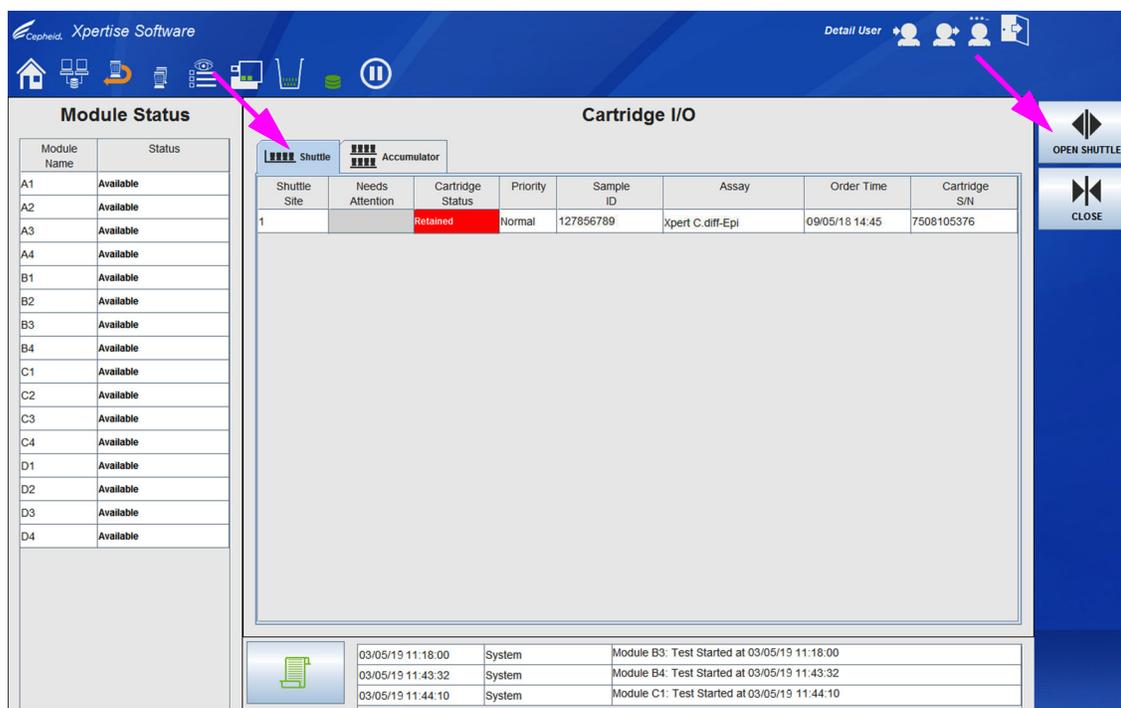
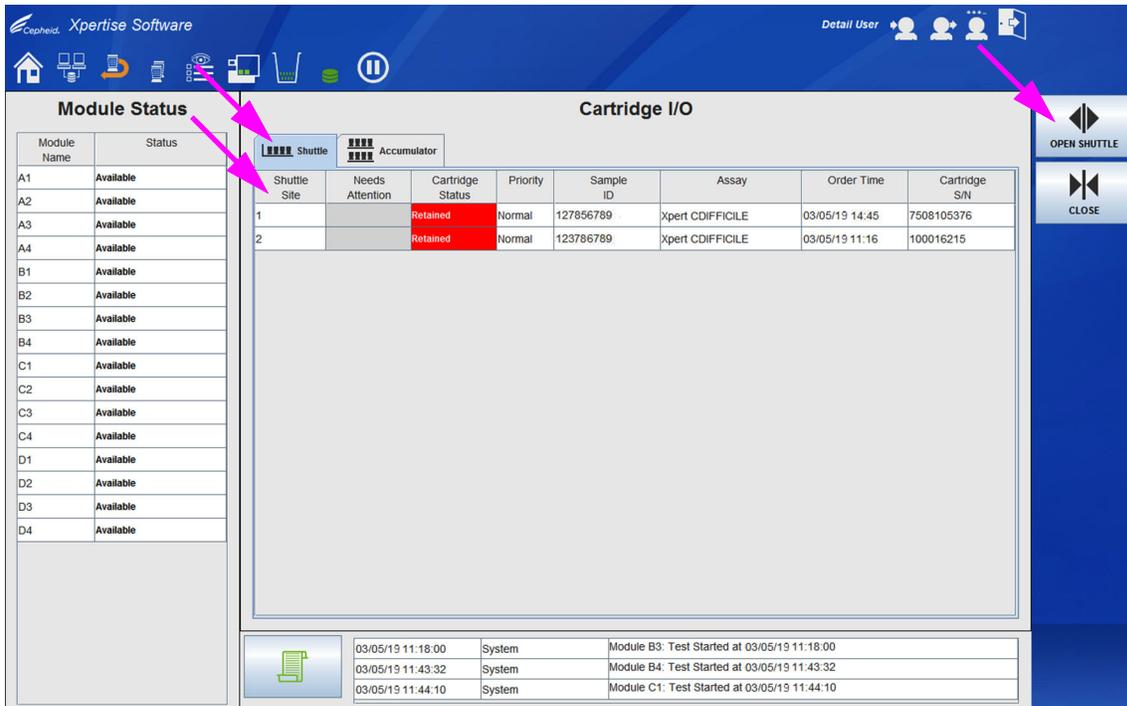

图 10-106. 显示往复架 (Shuttle) 选项卡的检测盒 I/O (Cartridge I/O) 工作区
图 10-107. 显示往复架 (Shuttle) 选项卡的检测盒 I/O (Cartridge I/O) 工作区
接着会出现检测盒 I/O (Cartridge I/O) 工作区的往复架 (Shuttle) 选项卡，如图 10-106中所示。
接着会出现检测盒 I/O (Cartridge I/O) 工作区的往复架 (Shuttle) 选项卡，如图 10-107中所示。
7. 选择**打开往复架 (OPEN SHUTTLE)** 按钮（参见图 10-106或图 10-107）。往复架会解锁并且指示您从往复架卸下检测盒的检测盒 I/O (Cartridge I/O) 工作区会显示。请参见图 10-108。